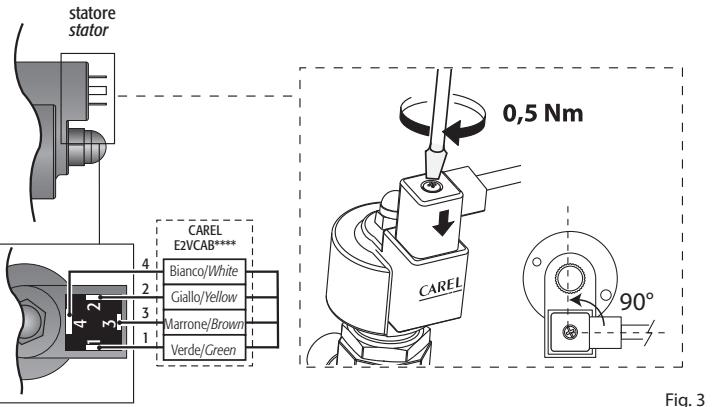

Fig. 3
9. Collegare il connettore già cablato al motore passo passo nel relativo alloggiamento e serrare la vite con una coppia di 0,5 Nm seguendo le indicazioni in Fig. 3. Collegare a questo punto l'estremità quadripolare del cavo nei relativi morsetti del Driver CAREL EVD*** o relativo controllo omologato CAREL ed impostare i parametri secondo il set riportato nella tabella sottostante.
9. Connect the pre-wired connector to the socket on the stepper motor and tighten the screw with a tightening torque of 0.5 Nm following the instructions in Fig. 3. Then connect the four-pin end of the cable to the corresponding terminals on the CAREL EVD*** driver or approved CAREL controller and set the parameters as shown in the table below.
- Brancher le connecteur déjà câblé au moteur pas à pas dans l'emplacement correspondant et serrer la vis avec un couple de 0,5 Nm en suivant les indications de la Fig. 3. A ce stade, brancher l'extrémité du pôle du câble dans les bornes du Driver CAREL EVD*** ou du régulateur homologué CAREL et enregistrer les paramètres selon le modèle indiqué dans le tableau ci-dessous.
- Den vorverdrahteten Stecker in den Schrittmotor einfügen; die Schraube nach den Anleitungen der Fig. 3 mit rund 0,5 Nm Drehmoment festschrauben. Das Vierleiterkabel an die entsprechenden Klemmen des CAREL-Treibers EVD*** oder an ein anderes zugelassenes CAREL-Steuergerät anschließen; die Parameter gemäß Parameter-Set der nachstehenden Tabelle einstellen.